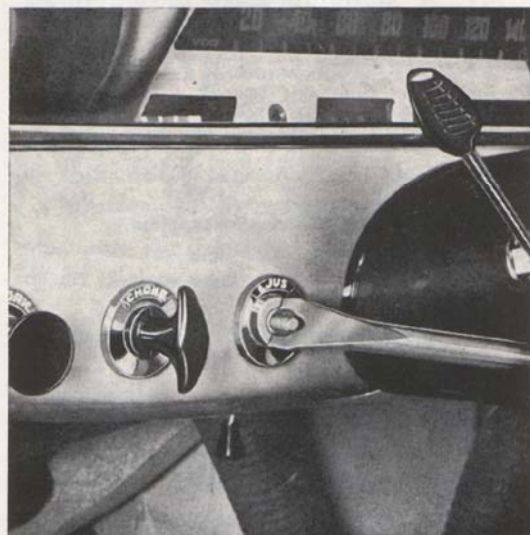

Bild 97. Demontering av ljusomkopplare.
2. Lossa muttern, som håller ljusomkopplaren, med lämpligt verktyg, se bild 97.